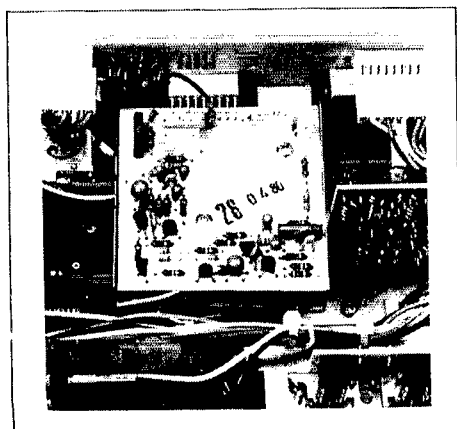

Fig. 2.7
- Filtereinheit (inkl. Schalter) ausbauen: die beiden Befestigungsschrauben des Filterschalters lösen und die Einheit vorsichtig aus dem CIS-Stecksockel ziehen (Fig. 2.7).
- Remove filter unit (including switch): unfasten the two mounting screws of the filter switch and carefully pull unit from the CIS plug socket (Fig. 2.7).
- Démontez le circuit des filtres (avec son sélecteur): dévissez les 2 vis de fixation du sélecteur de filtres et retirez avec précaution le circuit de son connecteur (fig. 2.7).